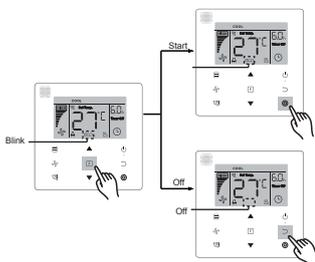

Figura 6.14
- Activar/desactivar la función **ECO** : pulse el botón **F** para ir a la función **ECO** (el icono  parpadeará en pantalla); a continuación, pulse **@** para confirmar y activar la función o bien pulse **▷** para cancelar y desactivar la función (ver Figura 6.14).